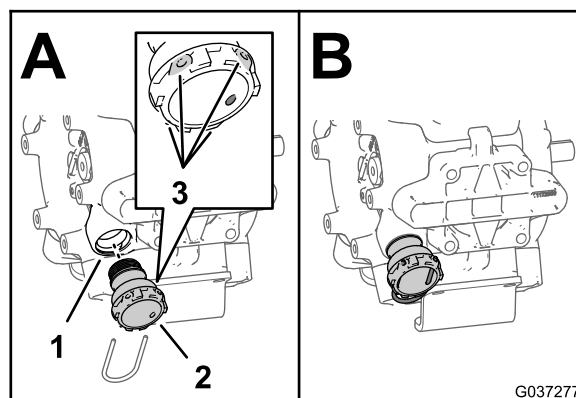
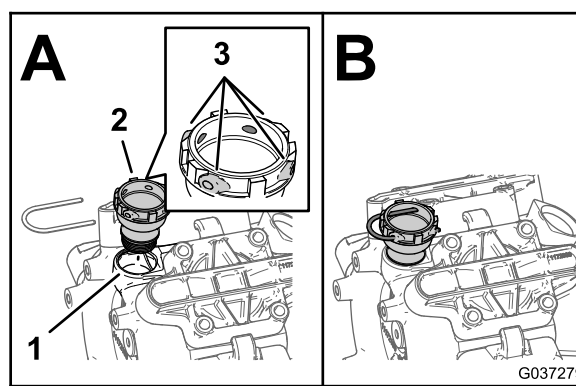

Figura 5
Figura 6
4. Monte a união de 1¼" (31,8 mm) na porta de pressão da bomba (Figura 5 ou Figura 6).